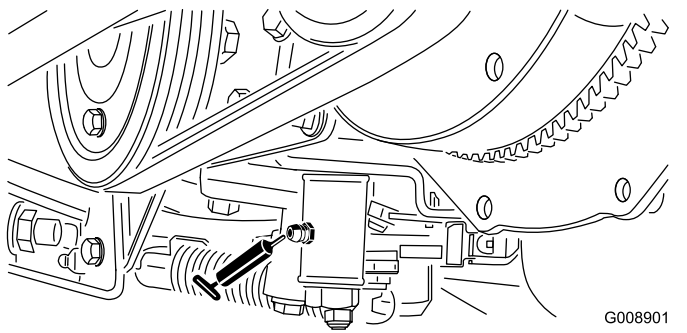

Bild 45
- LeerlaufEinstellung (Bild 45)